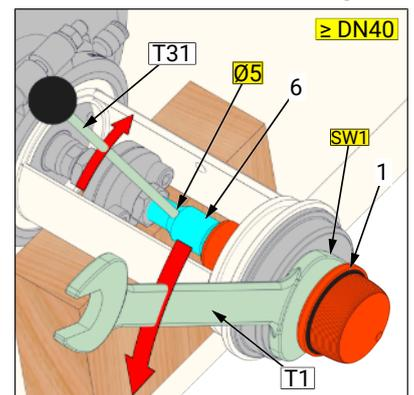

Figura 4
- Figura 4: Desmontaje con llave plana (SW1) (\geq DN40).
- Para hacer visible el orificio (B1), primero se debe retirar el inserto (2).
- Desenrosque el pistón (1) o el cono de regulación (Sk_m) con una llave inglesa (T10) del husillo (6).
- Sosténgalo el husillo (6) contra el taladro (Ø5) con una varilla redonda (M6).